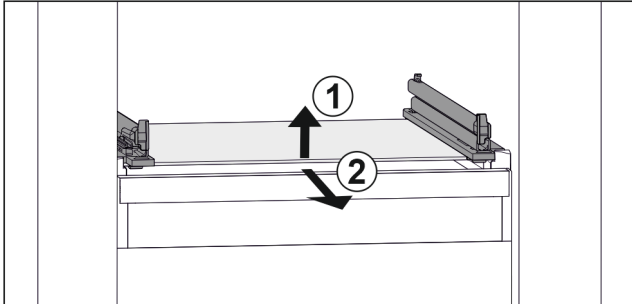

Fig. 112 Reprezentare exemplificativă a plăcii de sticlă
- Ridicați placa de sticlă din față. Fig. 112 (1)
- Extrageți placa de sticlă spre înainte. Fig. 112 (2)